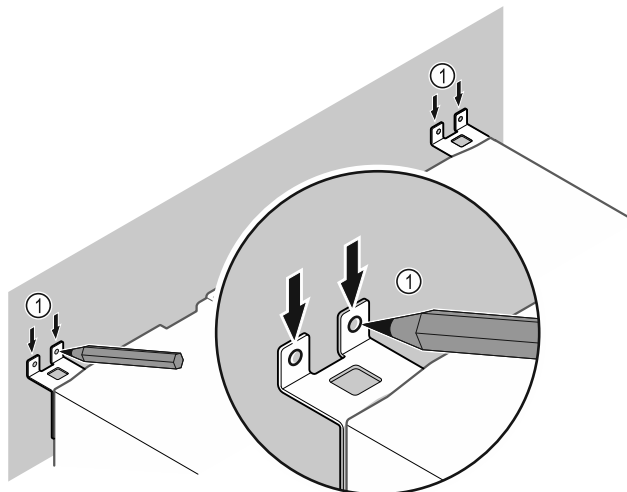

Fig. 9
- ▶ Padarykite ant sienos žymas Fig. 9 (1).